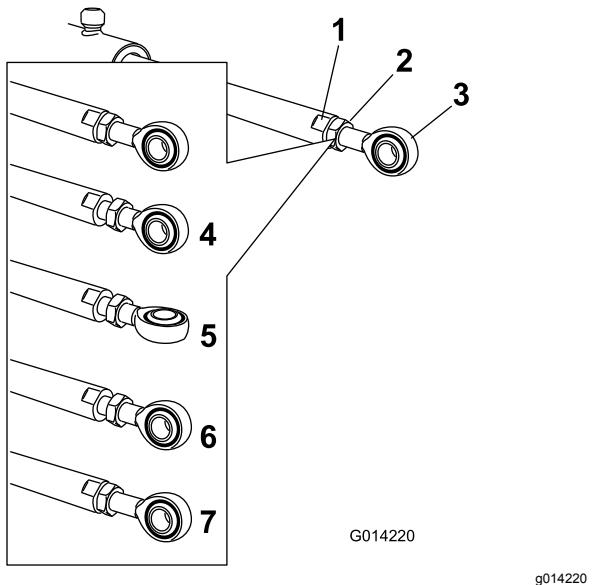

Figure 97
4. Placez une clé sur les méplats de la tige de vérin pour l'immobiliser, puis desserrez l'écrou de blocage pour pouvoir manipuler la tige à œillet (Figure 97).
5. Tournez la tige à œillet dans la tige du vérin pour raccourcir ou allonger le vérin déployé à la position voulue (Figure 97).